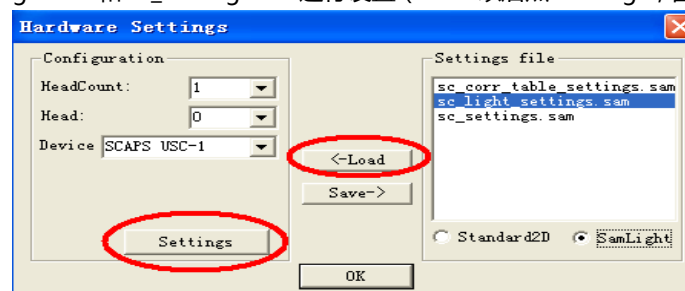

图 15
3) 分别载入 sc_light_settings.sam 和 sc_setting.sam 进行设置 (Lord 以后点 Settings, 图 15)